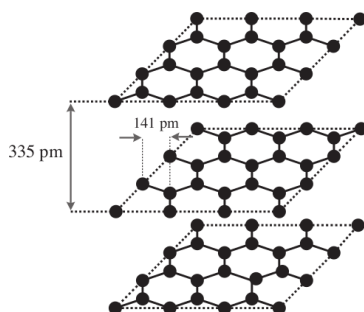

FIGURE 2 – Structure du graphite
Q. 1. En vous appuyant sur la représentation du graphite Fig. 2, expliquer pourquoi les ions Li peuvent s'insérer entre les feuillets de graphite. On sait que le rayon ionique du lithium est de 60 pm et le covalent est de 134 pm.